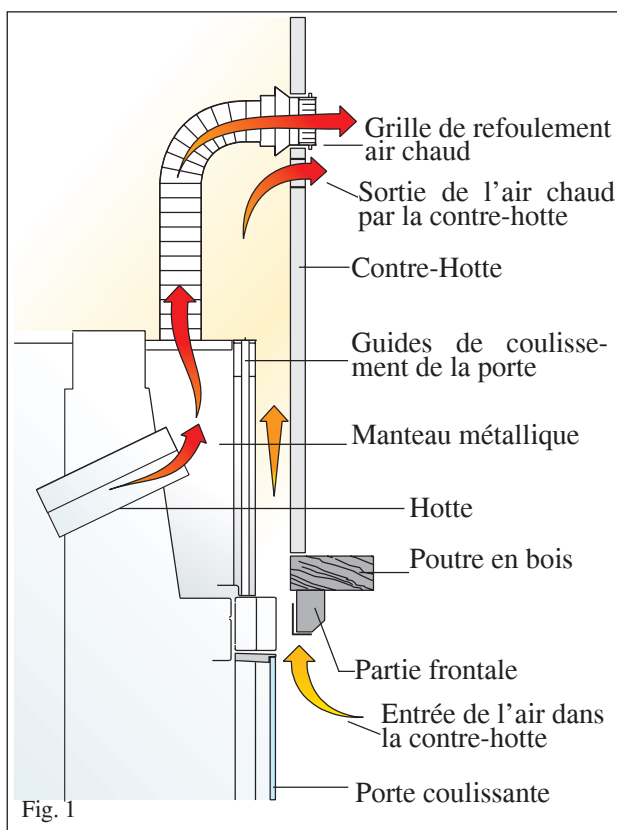

Fig. 1
**Revêtements, contre-hotte et leurs aérations (fig. 1)**
- **Position « allumage »/puissance calorifique max. (fig. 1) :**